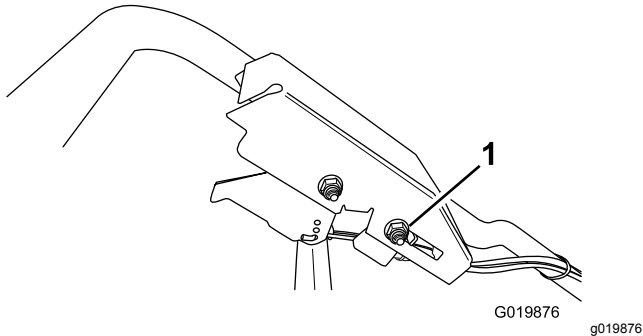

Bild 50
2. Lösen Sie die Kabelstützmutter (Bild 50).